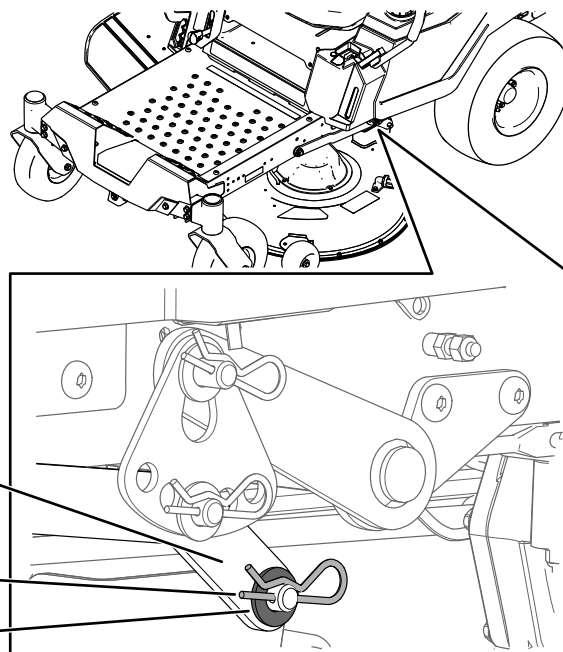

Figura 67
6. En un lado de la máquina, retire la arandela y la chaveta del pasador de la carcasa (Figura 67).
7. Retire el brazo de elevación del pasador de la carcasa (Figura 67).
- En un lado de la máquina, levante la parte trasera de la carcasa de corte e instale el brazo de elevación en el pasador de la carcasa (Figura 67).
- Instale el brazo de elevación usando la arandela y la chaveta (Figura 67).